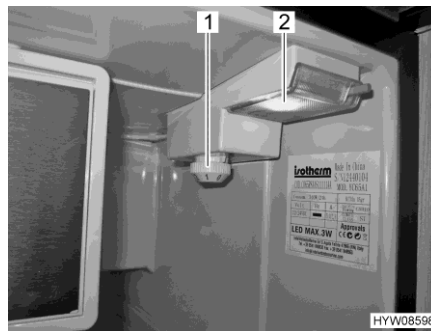

Bild 121 Bedienelement (Kühlschrank)
- Den Temperaturregler (Bild 121,1) im Uhrzeigersinn von Stellung "0" auf Stellung "1" drehen. Das Gerät ist eingeschaltet, die Innenbeleuchtung (Bild 121,2) brennt.
- Den Temperaturregler (Bild 121,1) entgegen dem Uhrzeigersinn auf Stellung "0" drehen. Dabei muss ein leichter Widerstand überwunden werden.
- Temperatur am Temperaturregler (Bild 121,1) einstellen.